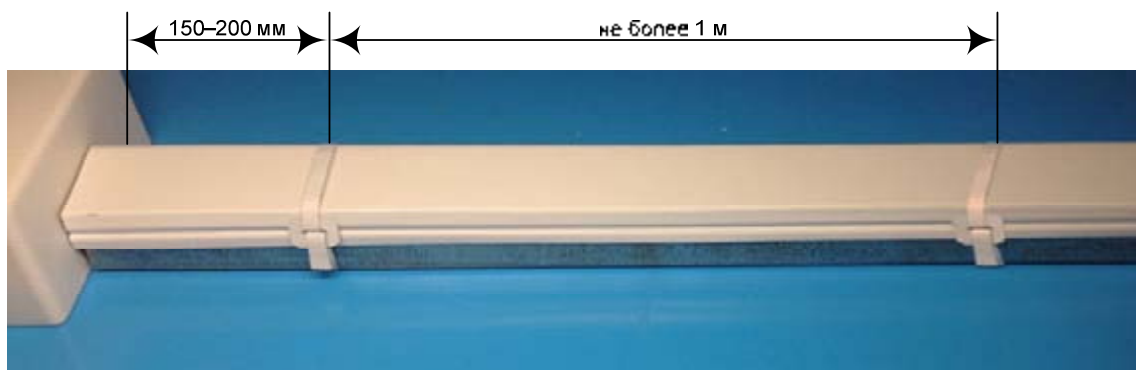

Рис. 7. Фиксация верхней крышки.
6.1.6 После укладки кабеля кабель-каналы должны закрываться верхней крышкой. Для исключения возможности вскрытия ККМО при огневом воздействии дополнительно могут устанавливаться хомуты короба (КФСТ.735312.062). Хомуты короба устанавливаются на расстоянии 150÷200 мм от каждого края элемента ККМО, но не менее двух на каждый элемент ККМО длиннее 0,5 м. Расстояние между хомутами короба не должно превышать 1 м (рис. 7). При потолочном креплении ККМО установка хомутов короба **обязательна**.